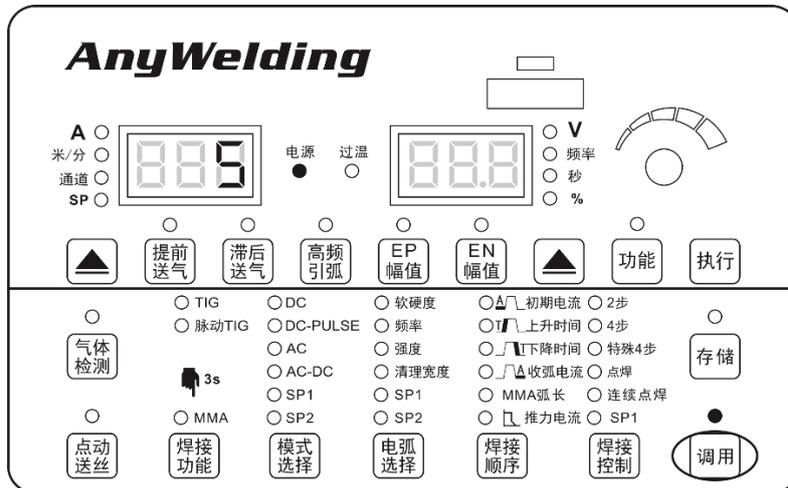

图 6-3 调用设置界面
2. 用面板旋钮选择调用的通道号（0~49），按“执行”键确认，如图 6-3 所示。